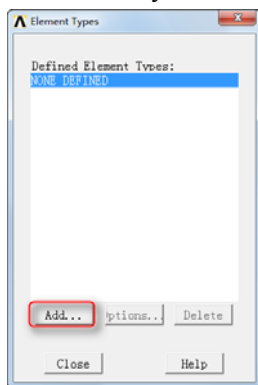

图 5-7 “Element Types”对话框
①指定单元类型：依次选择 Main Menu→Preprocessor→Element Type→Add/Edit Delete，会弹出“Element Types”对话框，如图 5-7 所示。
②单击“Add”按钮，会弹出“Library of Element Types”对话框。